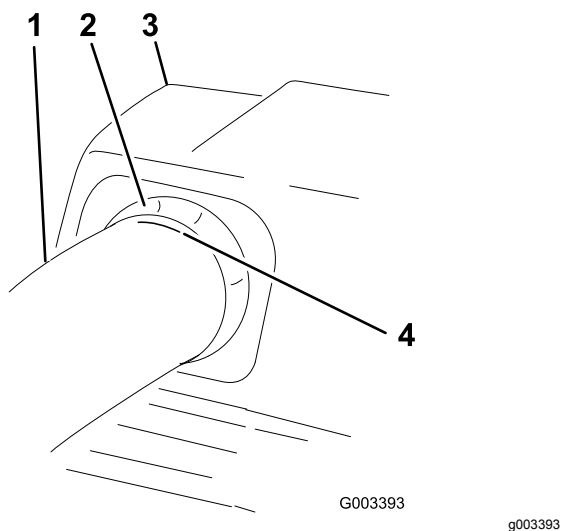

Figure 25
7. Lorsque la distance est correcte, marquez l'extérieur du tube supérieur à l'endroit où le joint en caoutchouc dépasse (Figure 25).
11. Vérifiez que le repère de Figure 25 est toujours là.